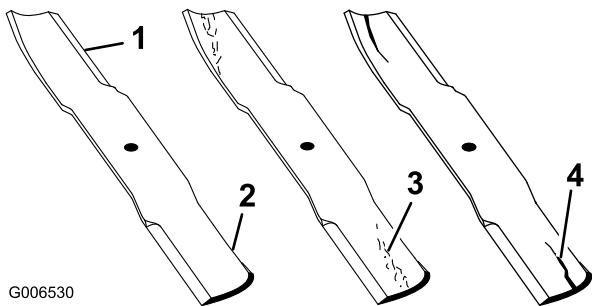

Figura 51
1. Controllate i taglienti (Figura 51). Se i taglienti non sono affilati o presentano intaccature, togliete le lame ed affilatele; vedere Affilatura delle lame.
2. Controllate le lame, in particolare l'area curva (Figura 51). In caso di danni, usura o scanalature nell'area (Figura 51, voce 3) montate immediatamente una nuova lama.